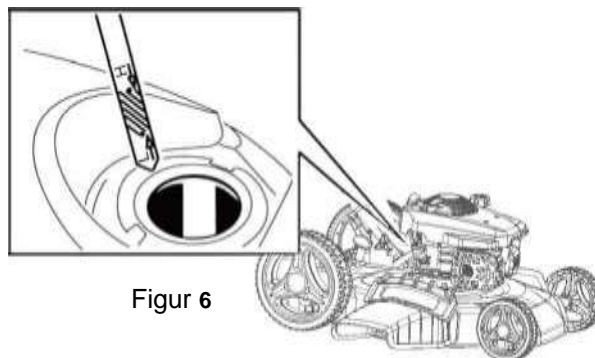

Figur 5
Fyll bränsletanken med färsk blyfri bensin. (Figur 5)
**Viktigt:** Undvik startproblem genom att tillsätta bränslestabilisator i bensin som är mindre än 30 dagar gammal. (Figur 5)